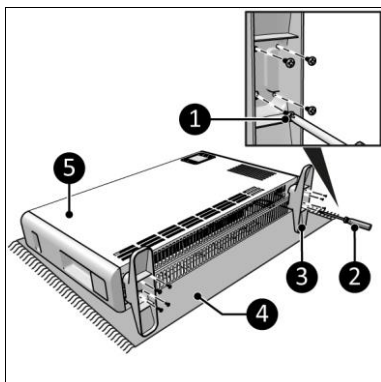

Figure 8
1. Posez l'appareil sur une surface douce et stable (figure 8, pos. 4).
2. Placez les pieds (figure 8, pos. 3) des deux côtés du corps principal (figure 8, pos. 5).
3. Vissez et serrez les pieds avec les petites vis (figure 8, pos. 1) à l'aide d'un tournevis Phillips (figure 8, pos. 2).